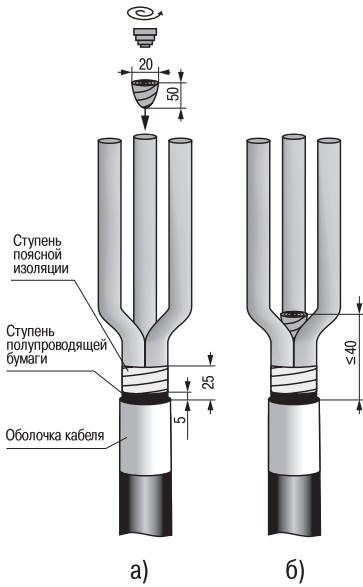

Рисунок 9
4.21 На расстоянии 5 мм от среза оболочки наложить временный бандаж на полупроводящий бумажный экран из 2–3 витков ХБ нити. Ленты экрана удалить от края поясной изоляции до бандажа. Бандаж удалить (рисунок 9а).
4.23 Из короткой ленты герметика сделать конус и тщательно вдавить его в «корешок» разделки кабеля. После уплотнения расстояние от края герметика до среза оболочки не должно превышать 40 мм (рисунок 9б).